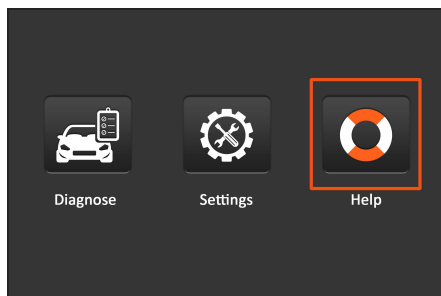

Figura 7-3
6. Quando lo strumento si è acceso, posizionare il cursore sull'icona Guida e premere il tasto Pulsante [OK].(Figura 7-3)